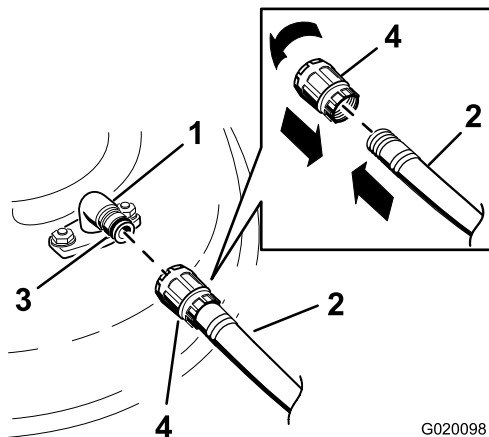

Figure 77
3. Branchez le raccord du tuyau d'arrosage à au raccord de lavage de la tondeuse et ouvrez l'eau en grand (Figure 77).